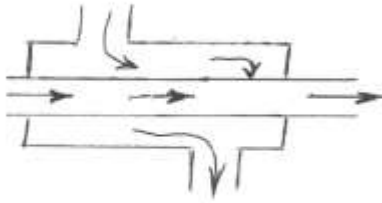

Рис. 1.
2. Определить площадь нагрева и конечную температуру T нагреваемой воды в теплообменном аппарате с параллельным током теплоносителя. Схема дана на рис. 1.